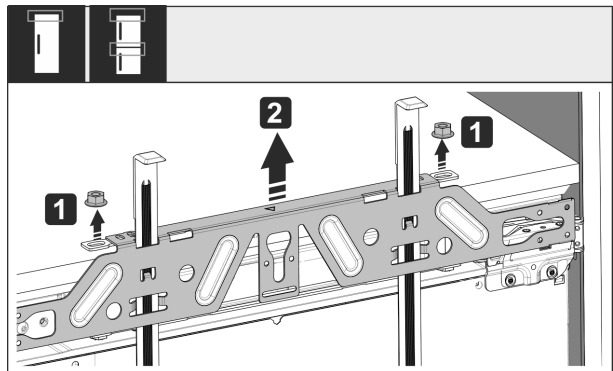

Fig. 58
- Kontermuttern Fig. 58 (1) lösen.
- Befestigungstraverse Fig. 58 (2) abnehmen.